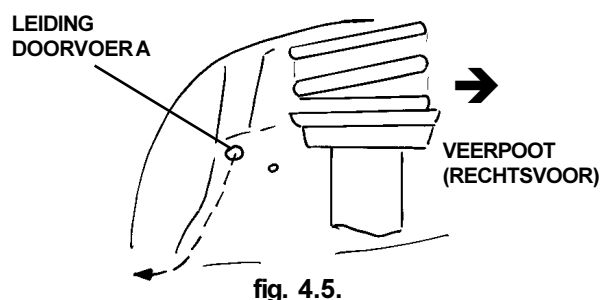

fig. 4.5.
Boor, op de aangegeven plaats (A) in de rechter wielkast een gat Ø 17 mm. Plaats hier een doorvoerrubber. Zie fig. 4.5.